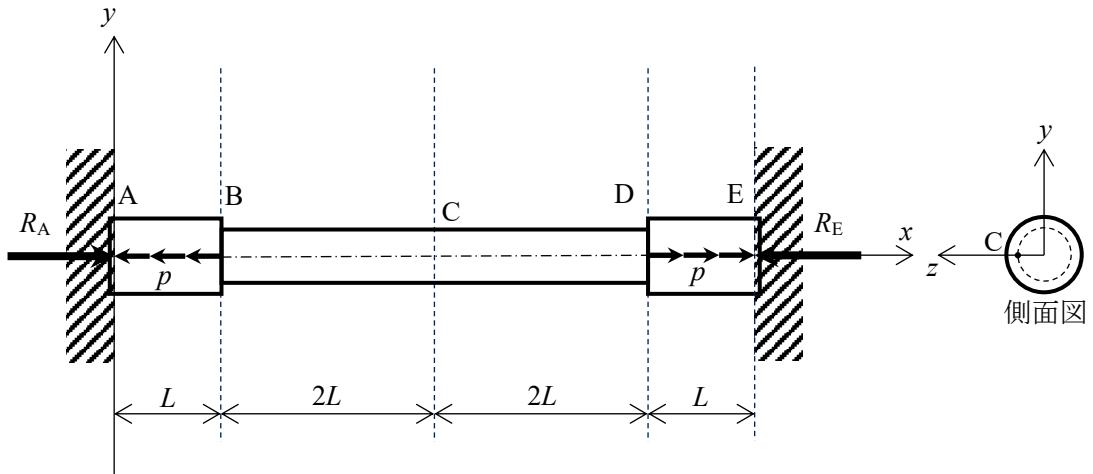

Fig. 2 壁に固定された段付き丸棒.
- [2] 図2のように点Aと点Eにおいて固定された段付き丸棒があり、AB間、DE間に分布荷重 p がそれぞれ対称に作用している。棒の断面積をAB間、DE間では $2A$ 、BD間では A とし、ヤング率は E として以下の問い合わせに答えよ。ただし、壁の変形は考えないものとする。